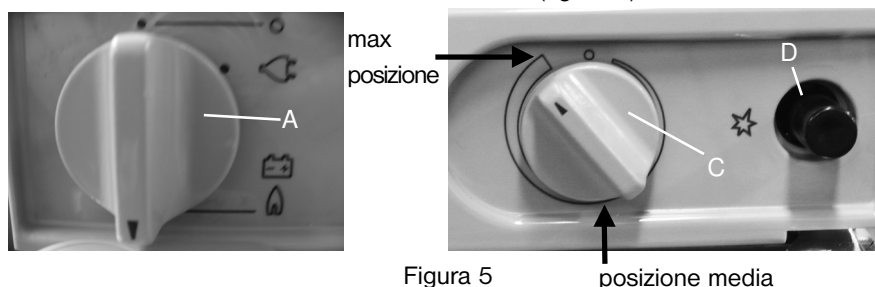

Figura 5
11. Accensione del bruciatore (figura 5)